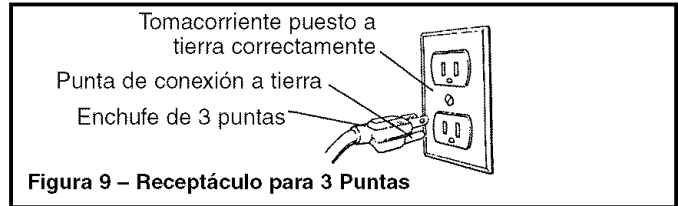

Figura 9 – Receptáculo para 3 Puntas
- Esta herramienta viene equipada con un cable aprobado y especificado para 150 V y un enchufe de 3 puntas para conexión a tierra (vea la Figura 9) que lo protegen a usted contra el riesgo de un electrochoque.
- El enchufe de conexión a tierra deberá conectarse directamente a un receptáculo para 3 clavijas instalado y conectado debidamente a tierra, tal como se muestra (vea la Figura 9).